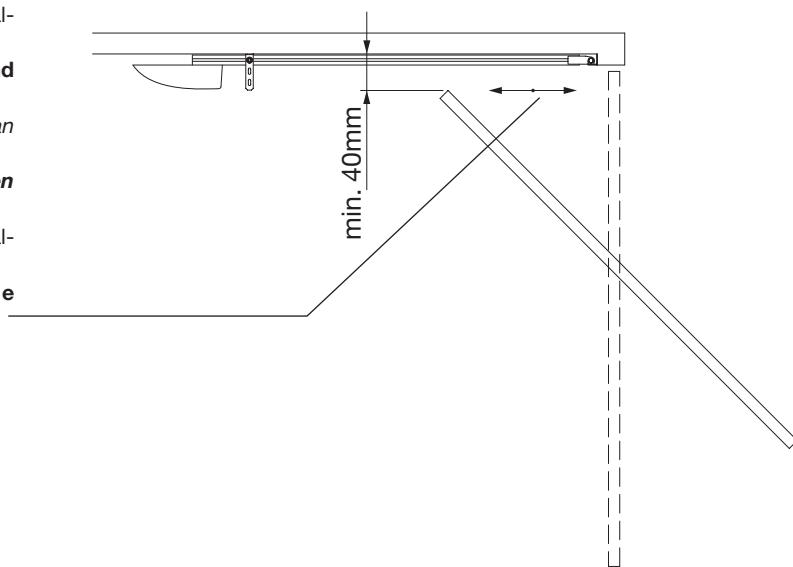

Fig.1
- la distanza tra il punto più alto della porta ed il soffitto deve essere almeno 40mm (fig.1);
- la porta deve potersi aprire e chiudere tirando e spingendo orizzontalmente sul suo bordo superiore (fig.1);